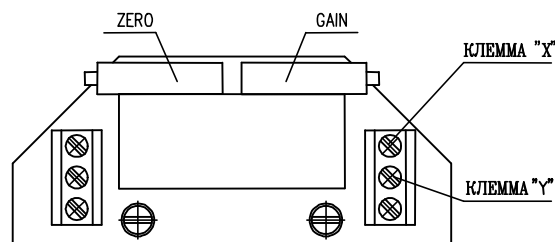

Рис.7
#### 4.4.2 EPV - 3-проводниковое включение (рис.7)
- Установите датчик сопротивления на основании инструкции в предыдущей главе так, что величину сопротивления измеряйте на клеммах X-Y (рис.7). (употреблен датчик с сопротивлением 2000Ω или 100Ω)
- Поворачиванием устанавливающего триммера ZERO (рис.7) установите величину выходного сигнала тока, измеряемого на клеммах 81-82, на величину 0 мА или 4 мА.
- Поворачиванием устанавливающего триммера GAIN (рис.7) установите величину выходного сигнала тока, измеряемого на клеммах 81-82, на величину 20 мА или 5 мА.